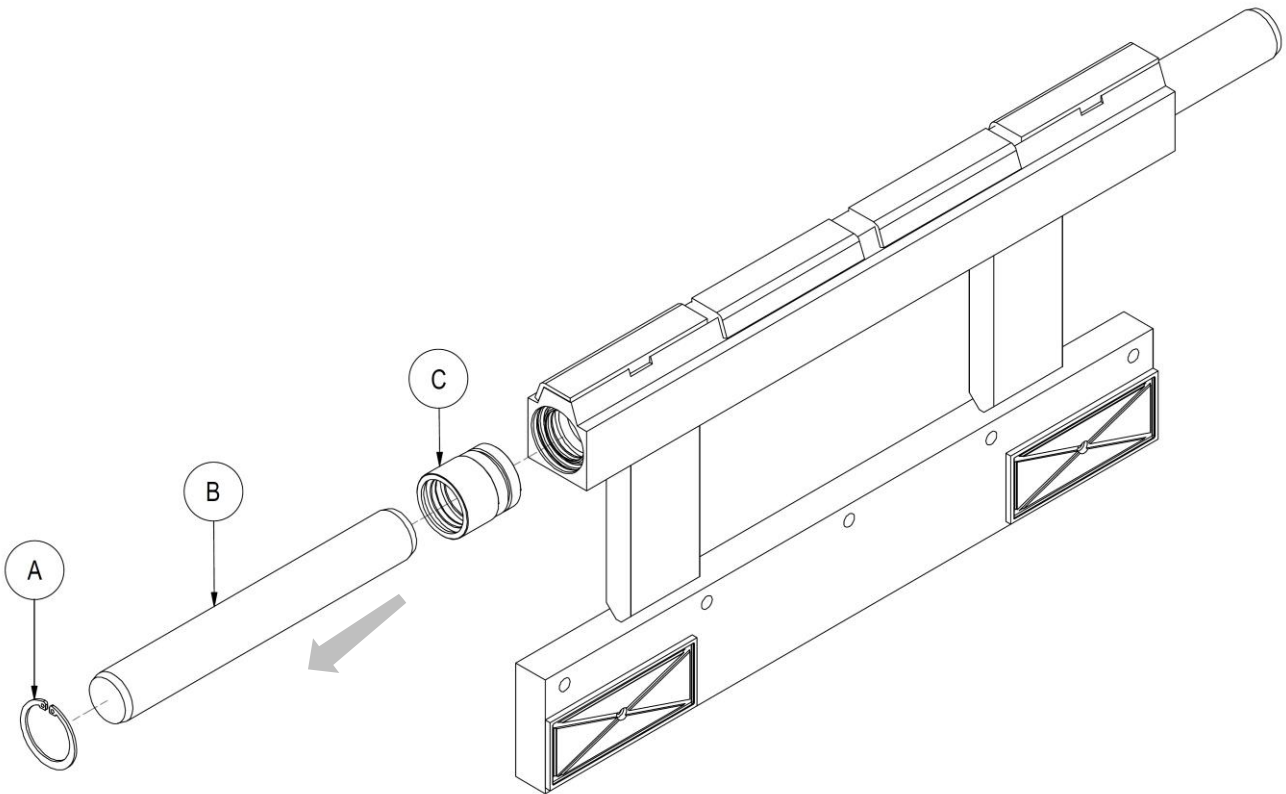

Figura 12
3. Retire el anillo elástico **A** y extraiga el vástago **B** que saldrá de su asiento junto con el tapón **C**. Luego, retire el vástago del tapón (mira *Figura 12*).